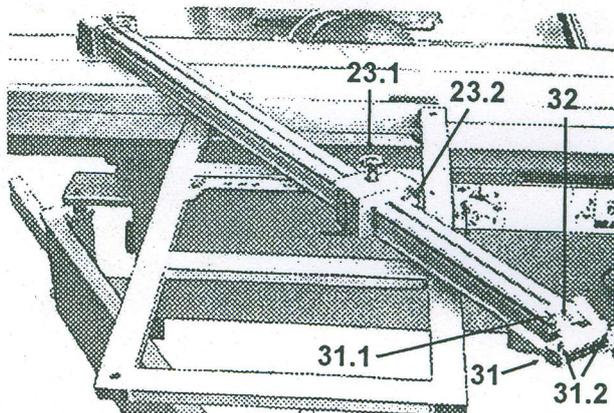

Bild 4.21
- Bei Anschlaglängen über 1.880 mm kann der Ausziehanschlag 31 (Bild 4.21) bis ca. 3.345 mm ausgezogen werden.
- Das jeweilige Maß wird an der Skala oben auf der Schiene des Ausziehanschlags abgelesen. Ablesemarke ist der Markierungsstrich auf der Lupe 32 (Bild 4.21).
- Die Klemmung des Anschlagelements erfolgt durch Anziehen der Sternschraube 23.1 (Bild 4.21). Durch Anziehen der Rändelschraube 23.2 (Bild 4.21) kann auch die bewegliche Anschlagzunge des Anschlags geklemmt werden.
- Die Klemmung des Ausziehanschlags erfolgt durch Anziehen der Rändelschraube 31.1 oben auf dem Anschlag (Bild 4.21). Durch Anziehen der Inbusschraube(n) 31.2 (Bild 4.21) können die Anschlagbacken geklemmt werden.